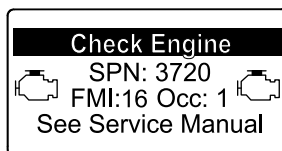

Bild 48
- Motorwarnung SPN 3720, FMI 16 (Bild 48)